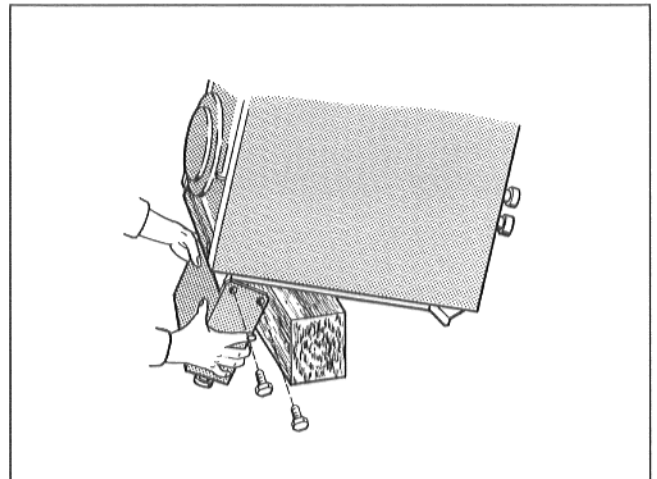

Abb. 1
- Heizkessel vorne anheben und Kantholz unterlegen (Abb. 1).
- Unterbauteil vorne rechts und links mit je 2 Befestigungsschrauben seitlich an der Bodenschiene anschrauben (Abb. 1).